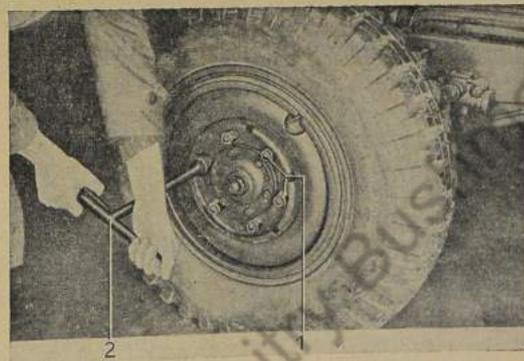

Bild 614: Rad abnehmen
3. Beide Hinterräder abnehmen (Bild 614). Zum Abschrauben der Radmuttern Handbremse anziehen.